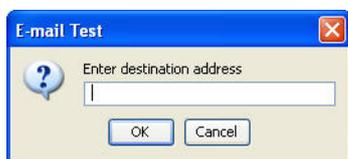

FIG. 139
2. L'écran "E-mail Test" (Test du courrier électronique) illustré dans la FIG. 139 s'affiche. Saisissez une adresse de courrier électronique pour envoyer le message test puis cliquez sur le bouton "OK" pour l'envoyer.